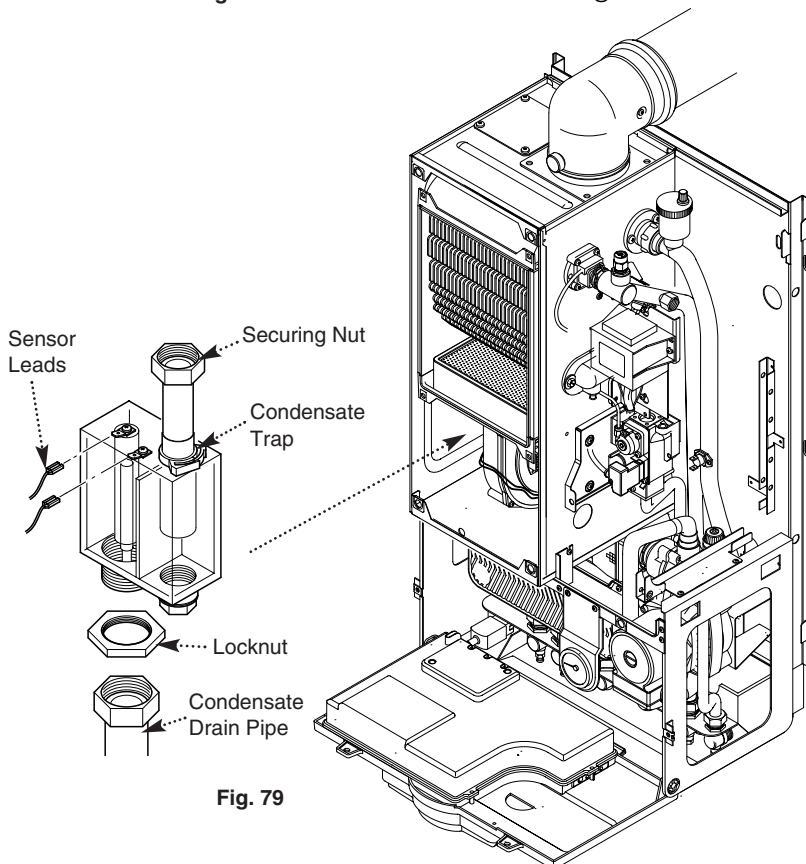

Fig. 79
13.24 Condensate Trap (Fig. 79)